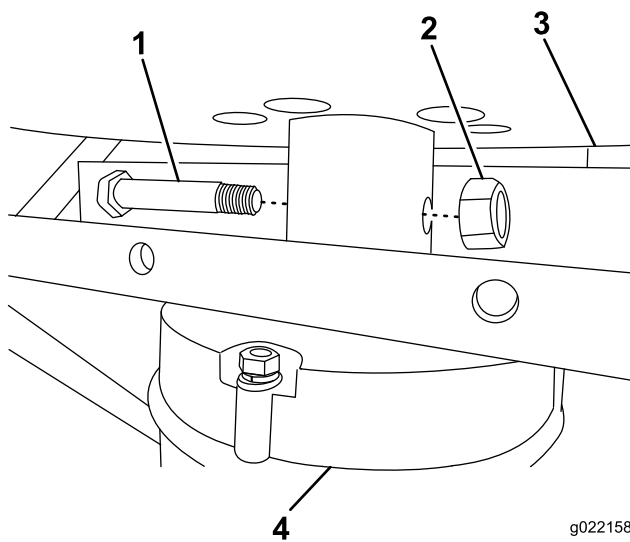

Figure 7
2. Connectez la cuve au moteur avec le boulon et l'écrou. Voir Figure 7.